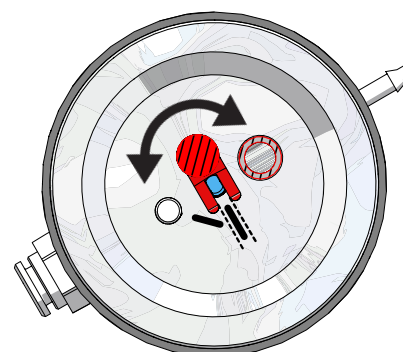

Fig. 12
- ⇒ Pour les silos de 25 - 70 µm, la buse de dosage doit être alignée (Fig. 12)!